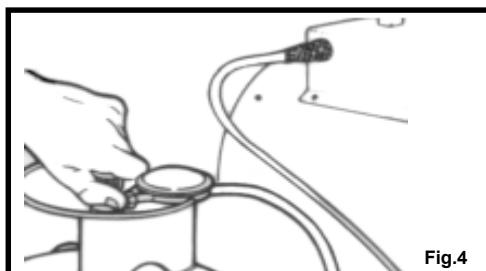

Fig.4
4. Após o acendimento da chama, manter carregado o botão-gás durante 15-20 segundos para activar os dispositivos térmicos de segurança (ver fig. 4).